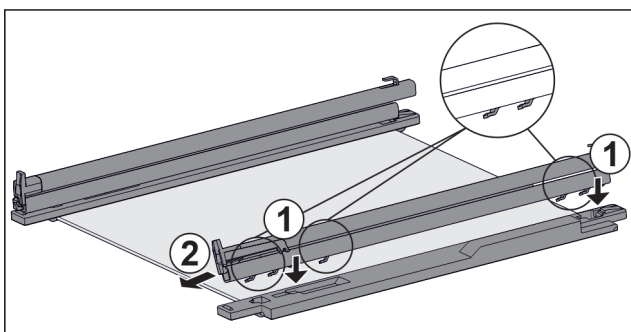

Fig. 69 Glasplade med skinner og holdedeles
- ▶ Sæt skinnens kroge på den **venstre** holdedels åbninger. Fig. 69 (1)
- ▶ Træk skinnen frem. Fig. 69 (2)
- ▶ Sæt skinnens kroge på den **højre** holdedels åbninger. Fig. 69 (1)